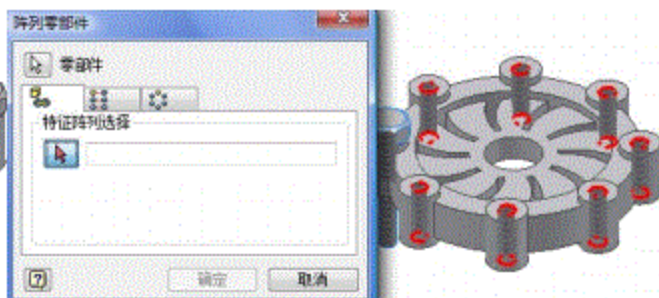

图3-42 选择需要阵列的零部件及阵列特征
- 3) 选择零部件上已有的阵列特征作为参照，此例中选择原有零件上孔的阵列特征，如图3-42所示。
注意：应用“关联阵列”中所关联的特征是图3-42零件中孔的“环形阵列”特征，该阵列是关联
零件建模中的“环形阵列”特征而进行的阵列。如果图3-42零件中的孔不是以“环形阵列”完成，则零部件的阵列不可选用“关联阵列”的方式，这时可选用零部件阵列中的“环形阵列”方式达到相同目的。